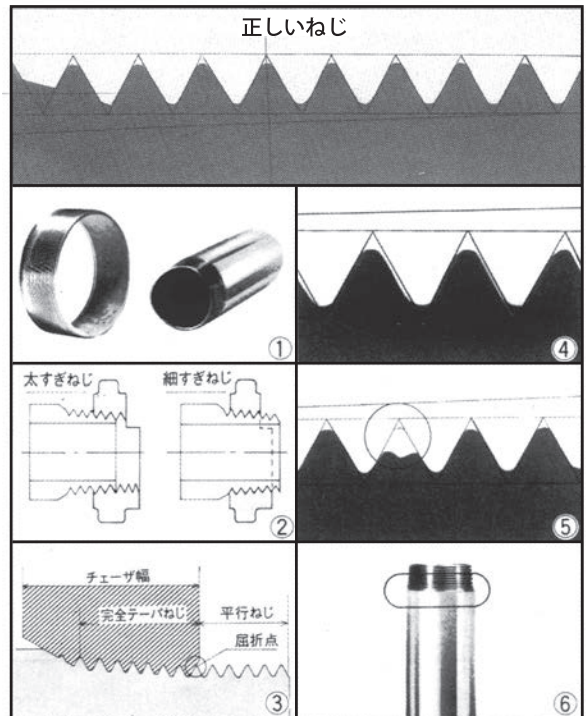

図 45
■悪いねじについて (図 45)
①多角ねじ (図 45- ①)
②ねじ径の細すぎ、太すぎ (図 45- ②)
③屈折ねじ (手動切上ダイヘッドの場合) (図 45- ③)
④切られたねじの山ヤセ (図 45- ④)
⑤切られたねじの山欠け (図 45- ⑤)
⑥パイプに対してのねじの偏肉切れ (図 45- ⑥)